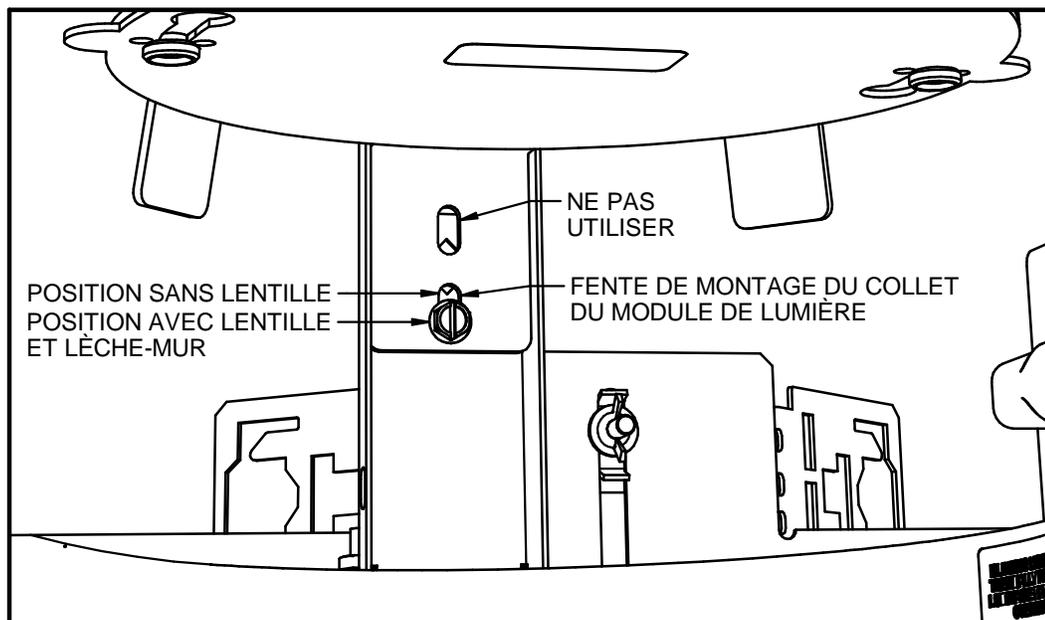

FIG. 6
8. Une fois le module de lumière installé à la bonne hauteur, réinstallez les vis de montage dans les fentes inférieures du support du collet du module. Réglez la position du module de lumière comme illustré dans la **FIG. 6** ci-dessous en version pour réflecteur avec lentille ou en version ouverte (sans lentille) en utilisant la fente de réglage vertical du support du collet du module de lumière.